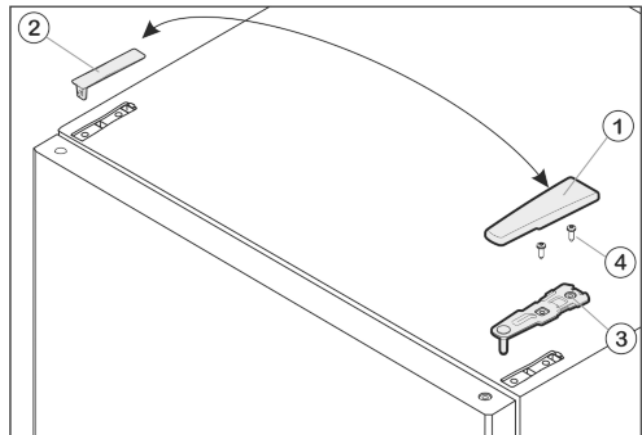

Fig. 6
- ▶ Kryt Fig. 6 (1) odoberte smerom dopredu a hore.
- ▶ Kryt Fig. 6 (2) nadvihnite.
- ▶ Hornú ložiskovú konzolu Fig. 6 (3) odskrutkujte (2 krát Torx® 25) Fig. 6 (4) a odoberte smerom hore.
- ▶ Vrchnú ložiskovú konzolu Fig. 6 (3) nasadte na novej strane závesu do dverí.
- ▶ Hornú ložiskovú konzolu **pevne (pomocou krútiaceho momentu 4 Nm)** priskrutkujte (2 x Torx® 25) Fig. 6 (4). Diery na skrutky príp. predpichnete alebo použite akumulátorový skrutkovač.
- ▶ Kryt Fig. 6 (1) a kryt Fig. 6 (2) nasadte vždy na opačnú stranu zvonka a zaklapnite.